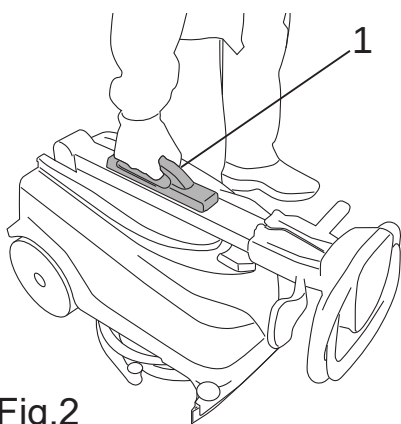

Fig.2
- Извлеките машину из упаковки, подняв ее за ручку (рис. 2 - поз. 1), и поставьте ее на пол.
- Установите передний скребок (рис. 2А - поз. 1).
- Установите бампер (рис. 2В - поз. 1).